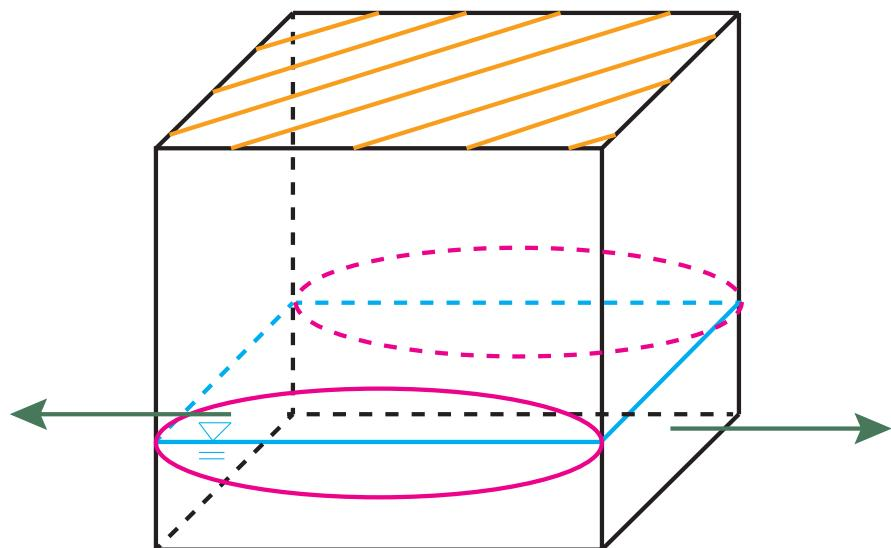

Fig. 3.1: Cubo rappresentante il volume simulato nel caso dell'arancio, con indicato un esempio di BC.
Con riferimento al cubo in Fig. 3.1:
- Pareti e bottom: come prima opzione posso mettere no-flow sulle pareti e scegliere Neumann o Dirichlet sul bottom. In alternativa, posso fare con in Fig. 3.1, cioè mettere su due facce il no-flow e sulle altre due condizioni di Dirichlet. In questo modo ho che la tavola d'acqua varia come le curve rosse in figura dove ho no-flow, mentre ho flusso in uscita (frecce verdi) o in entrata sulle facce dove ho imposto Dirichlet.